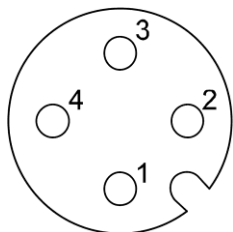

図 2.3 パッチケーブルとクロスオーバーケーブルの配線例
- オートクロスオーバー機能 (Auto MDI-X) が無効になっている場合は図 2.3 のように正しいネットワークケーブルを使用する必要があります。